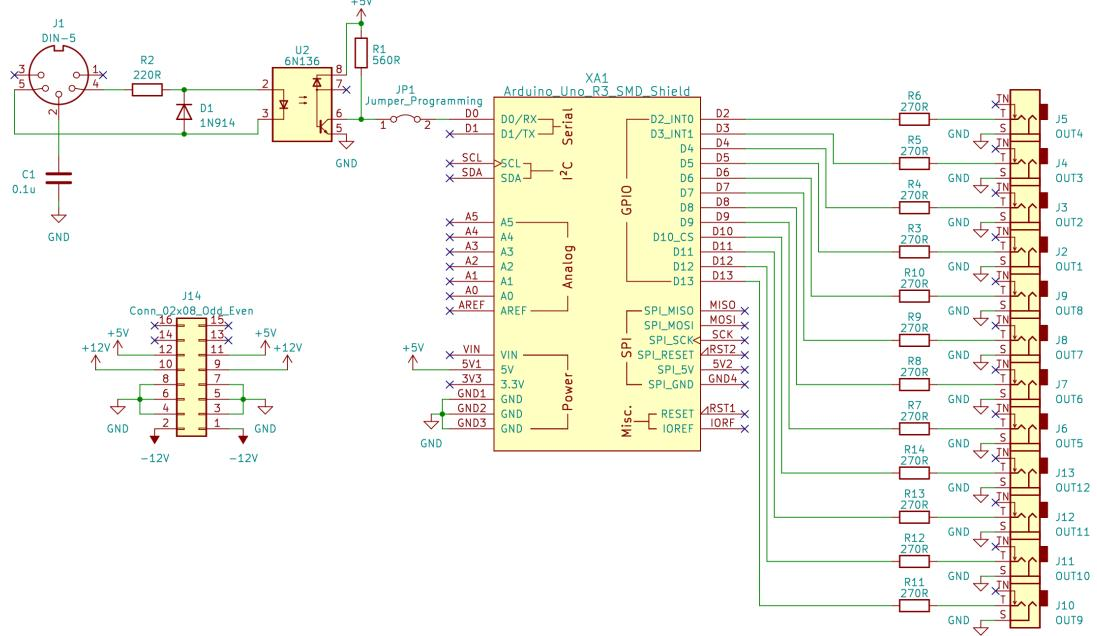

Abbildung 4: Schaltplan der MIDI-Interface-Platine
Die Platine des MIDI-Interfaces wurde in Kicad entworfen und zur Fertigung in Auftrag gegeben. Die zur Montage benötigten Bauteile sind im Unterverzeichnis ./doku/Bauteillisten/ zu finden. Das Platinenlayout ist in Abbildung (3) abgebildet, der Schaltplan in Abbildung 4.